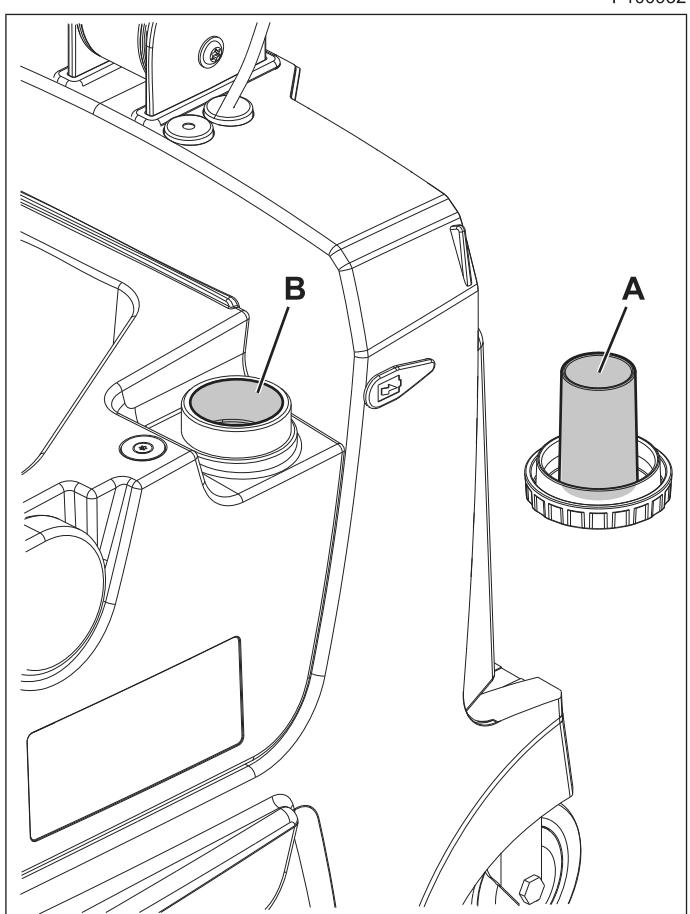

Рис. 2
1. Снимите крышку бачка (12).
2. Снимите колпачок (A, Рис. 2) с бачка для раствора (B).
3. Наполните бачок для раствора (B) водой, оставив несколько сантиметров от верхнего края.